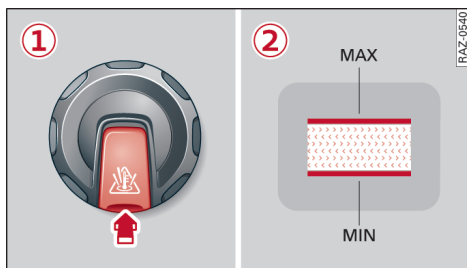

图 167 发动机舱-冷却液储液罐 (示意图): ①带锁止按钮的盖子; ②标记
▶请根据外面的标记 ②⇒图 167 在冷却液储液罐上检查冷却液液位⇒189 页，图 164。在冷车时，冷却液液位必须在标记线②之间。在热车时，冷却液液位会略超过最高标记。
- ▶按盖子上的解锁按钮①⇒图 167 并小心地左旋盖子直到达到第一个阻力点⇒!